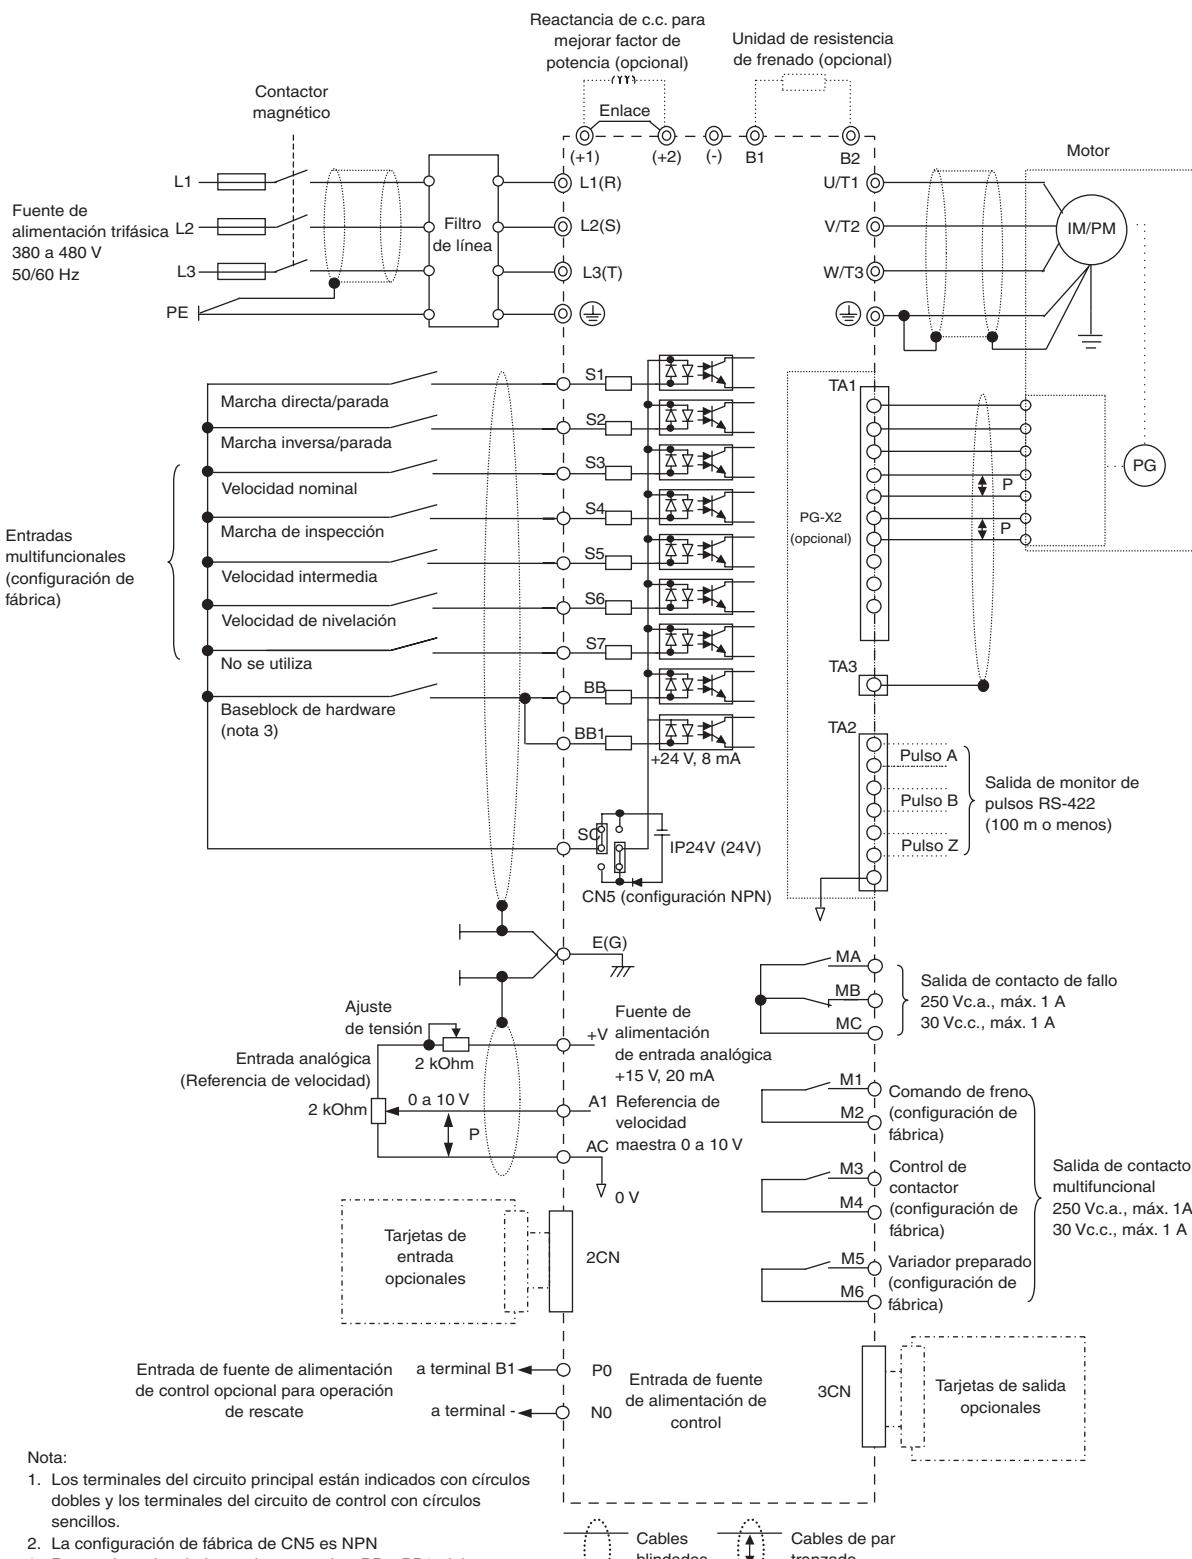

Fig. 4 Diagrama de cableado
- En Fig. 4 se muestra el cableado de las entradas digitales S1 a S7 y BB, BB1 para la conexión de contactos o de transistores NPN (0 V modo común y NPN). Esta es la configuración predeterminada. Para conectar transistores PNP o para utilizar una fuente de alimentación externa de 24 V consulte la Tabla 3.